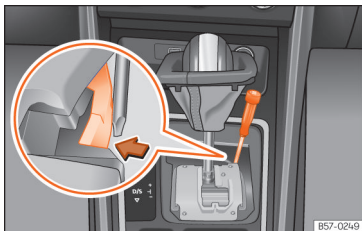

Abb. 140 Wählhebel: Notentriegeln aus der Parkstellung.
- Drücken Sie seitlich mit Hilfe der flachen Seite des Schraubendrehers auf die gelbe Taste und halten Sie sie gedrückt » » **Abb. 140**.